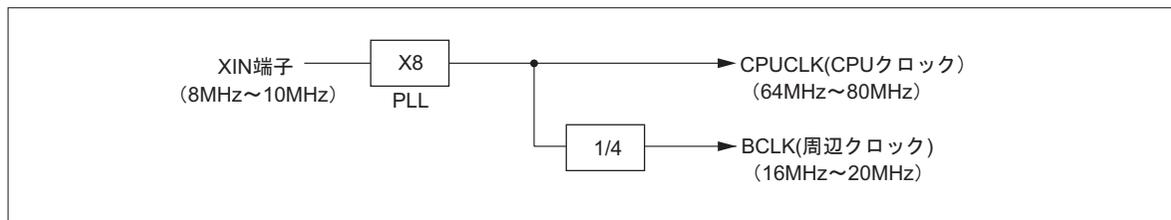

図1.1.1 クロック概念図
- 32182はクロック通倍回路を内蔵しています。図1.1.1に 概念図を示します。